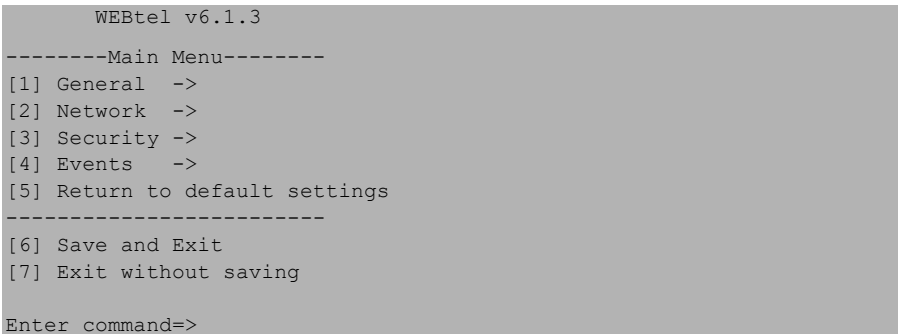

Рисунок 7 – Основное меню в режиме терминала
6.2.2 Перезапустите адаптер кратковременным нажатием кнопки «СБРОС» на его передней панели, удерживая клавишу «x» на клавиатуре (находясь в окне программы эмуляции терминала). После появления сообщения о входе в режим терминала необходимо отпустить клавишу «x» и нажать клавишу «Enter» для входа в меню (рисунок 7).
6.2.3 Войдите в меню настройки общих параметров, для этого необходимо ввести номер пункта «1» в поле «Enter command =>» и нажать клавишу «Enter» (рисунок 7).